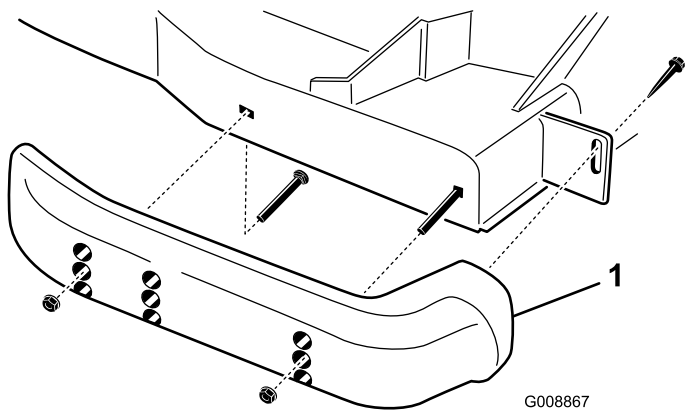

Bild 28
- 1. Lösen Sie die Schraube vorne an jeder Kufe (Bild 28).
2. Nehmen Sie die Bundkopfschrauben und Muttern von jeder Kufe ab (Bild 28).